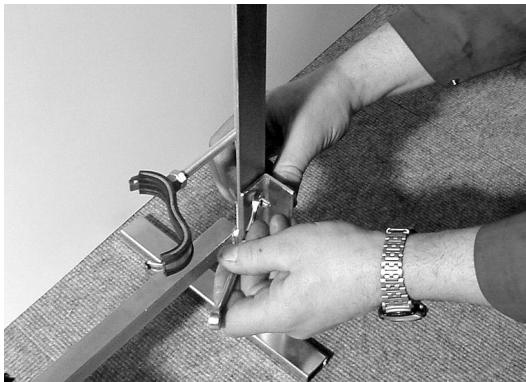

Bild 18: Füße an der Konsole befestigen
- Die Konsolenfüße* an der Konsole befestigen (**Bild 18**).